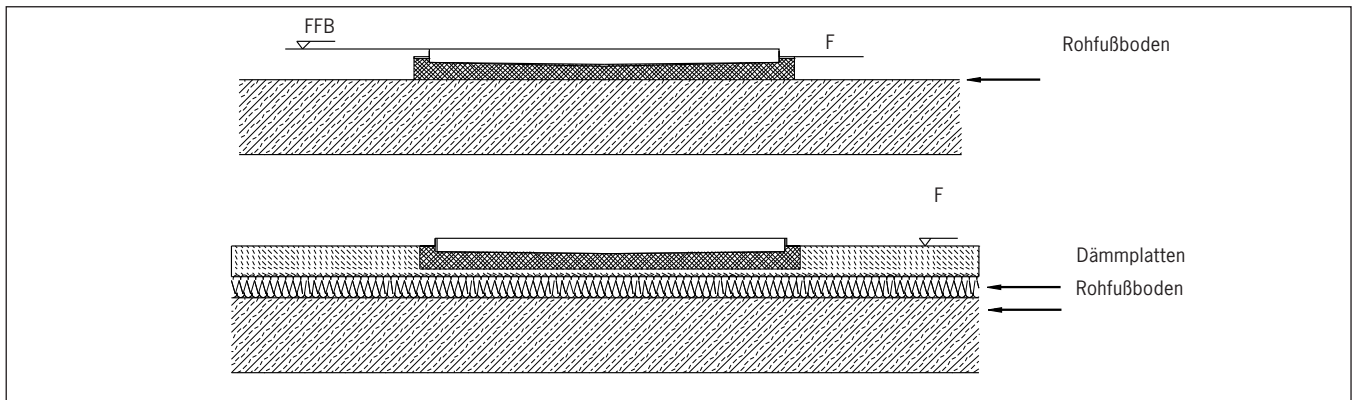

Abb.3
- Die Wanne gegen Auftrieb sichern und entsprechend Estrich bis Oberkante (F) anarbeiten (Abb. 3).